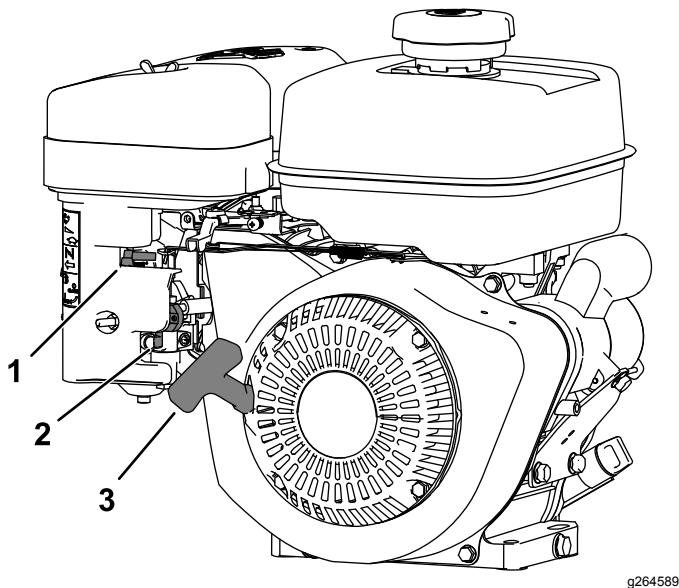

Figura 8
El control del estérter se encuentra situado a la izquierda de la consola de control; se utiliza para ayudar a arrancar el motor en frío (Figura 8).
La válvula de cierre de combustible se encuentra en el lateral derecho delantero del motor, debajo del depósito del combustible (Figura 8).
3. Limpie alrededor del tapón de combustible y retírelo (Figura 8).
4. Llene el depósito con combustible (Figura 8) hasta entre 6 y 13 mm desde la parte superior del depósito. **No lo llene en el cuello de llenado del depósito.**